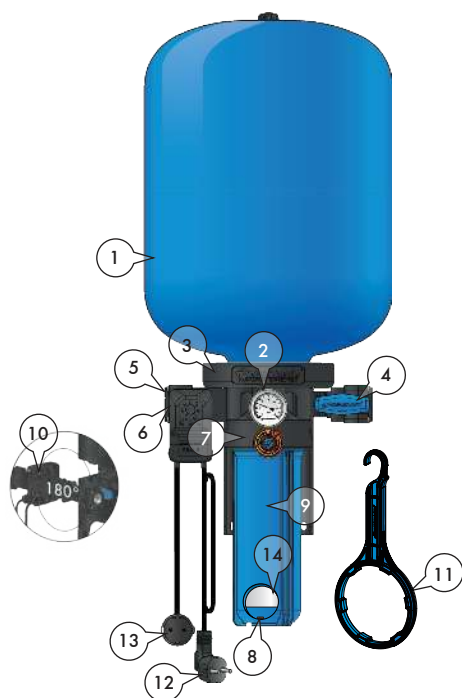

Рисунок 3
КРАБ-Т (рисунок 3) состоит из корпуса (3) с местом для крепления гидроаккумулятора (1) и колбы (9) размером SLIMLINE 10". В КРАБ-Т 100 идет колба размером BIG BLUE 20". На корпусе установлен манометр (2), реле давления РДМ-5 (6), календарь (7) для отслеживания даты замены фильтрующего элемента и съемный коллектор (10), который позволяет подключить входную магистраль с удобной стороны. Коллектор оснащен входным резьбовым патрубком 1" со встроенным обратным клапаном (5) и выходным резьбовым патрубком 1" с шаровым краном (4). Колба